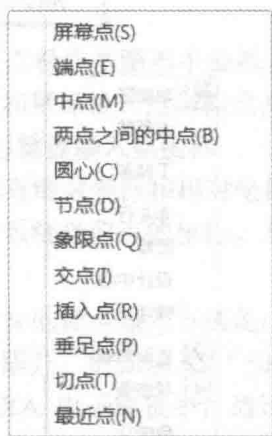

图 1-12 工具点菜单
(3) 工具菜单 CAXA 的工具菜单包括工具点菜单和拾取元素菜单。在立即菜单环境下, 巧用空格键, 会在屏幕上弹出一个选项菜单, 如图 1-12 所示, 该选项菜单被称为工具点菜单。在实际设计工作中, 利用工具点菜单可指定特征点进行捕捉。